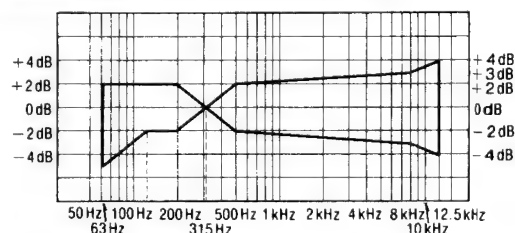

Fig. 8
5. Prüfen, ob die gemessenen Werte innerhalb des in der Frequenzgang-Übersicht aufgeführten Bereichs liegen. (Siehe Fig. 8.)